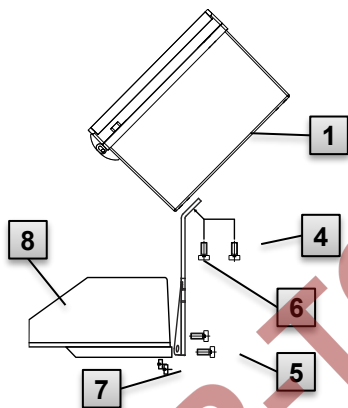

Fig. 7
1. Fixer au moyen de deux vis à têtes cylindriques M5 x 10 mm (Fig. 7 : 4) la cornière de montage (Fig. 7 : 6) sur l'EK280 (Fig. 7 : 1).
3. Fixer la cornière à l'aide de deux écrous carrés M5 (Fig. 7 : 7) et de deux vis à têtes cylindriques M5 x 10 mm (Fig. 7 : 5) au dos de la tête du mécanisme de compteur (Fig. 7 : 8).